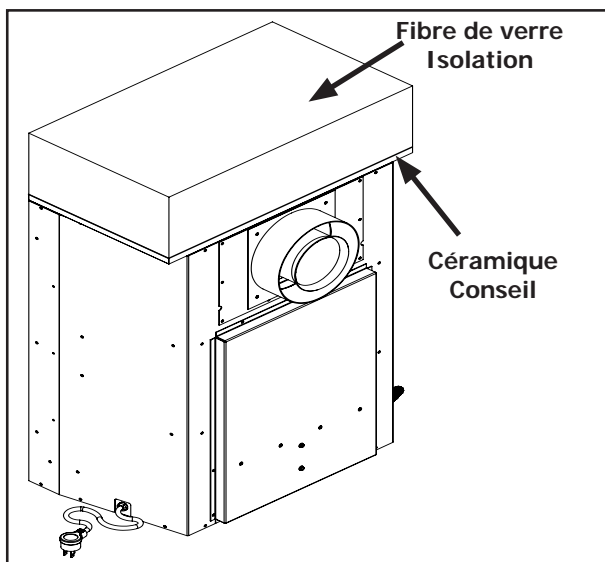

Figure 26: Isolation de l'unité - Évent arrière
**Évent arrière :** Lorsque vous utilisez la configuration d'évent arrière, le panneau en céramique et l'isolant en fibre de verre sont tous deux nécessaires. Placez d'abord le panneau en céramique sur le dessus de l'appareil, puis placez l'isolant sur le dessus du panneau en céramique comme indiqué sur la Figure 26.